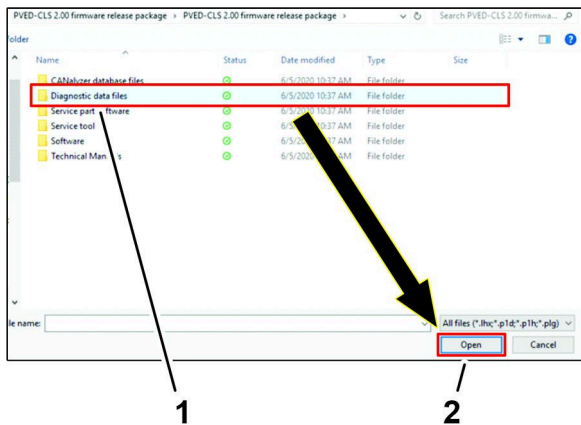

図 56
4. 診断データファイルフォルダをクリックし、開くアイコン (図 56) をクリックする。